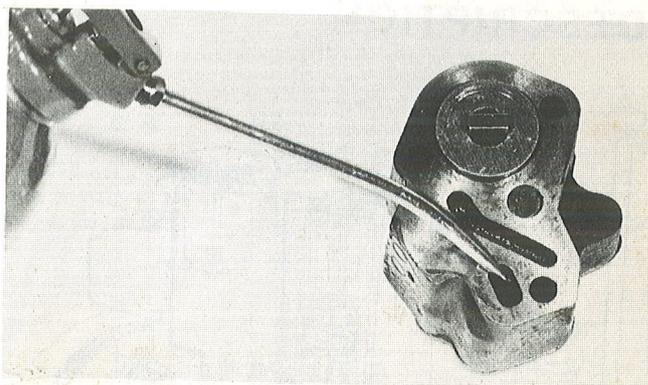

Figure 38.
9. Lors du montage et de la pose de la pompe, qui se font dans l'ordre inverse du démontage et de la dépose, il faut enduire les nouveaux joints de Permatex. REMARQUE: Injecter un peu d'huile dans la pompe avant de la remonter (voir figure 38).